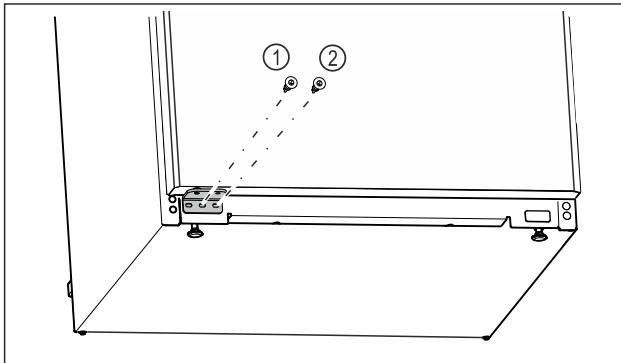

Fig. 17
- ▶ Затяните центральный винт опорного кронштейна Fig. 17 (1) отверткой Torx 20.
- ▶ Затяните внутренний винт опорного кронштейна Fig. 17 (2) отверткой Torx 20.